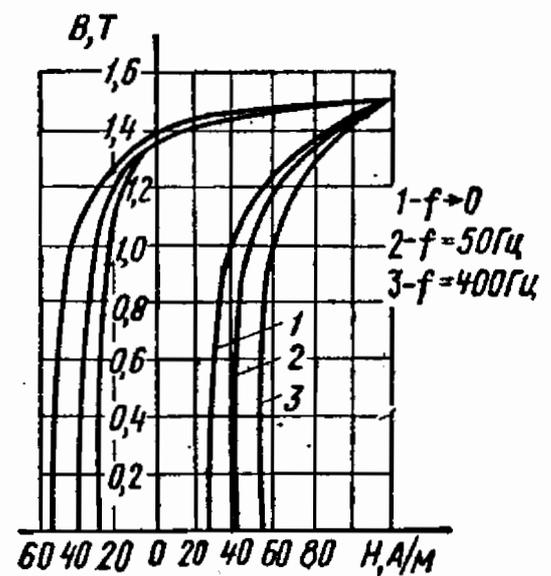

Рис. 10.7
10.7. Определить с помощью петель перемагничивания (рис. 10.7) мощность потерь от гистерезиса и мощность суммарных потерь в сердечнике из холоднокатаной стали Э330 с теми же размерами, что в задаче 10.6. Амплитуда магнитной индукции в сердечнике при всех частотах остается неизменной и равной $B_m = 1,5$ Т. Площадь петель $S_1 = 68$ см², $S_2 = 83,6$ см², $S_3 = 104$ см². Масштабы рис. 10.7 те же, что и в задаче 10.6.